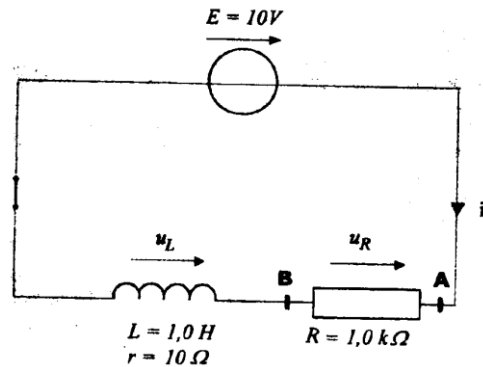

figure 1
Le schéma du montage réalisé est représenté sur la figure 1 (le système d'acquisition est connecté mais non représenté):
**1.2** On donne différentes courbes susceptibles de représenter l'intensité du courant en fonction du temps. Choisir celle qui correspond à l'évolution de l'intensité du courant en fonction du temps dans le circuit de la figure 1, après la fermeture de l'interrupteur. Justifier à partir de la courbe expérimentale donnée sur la figure 2.